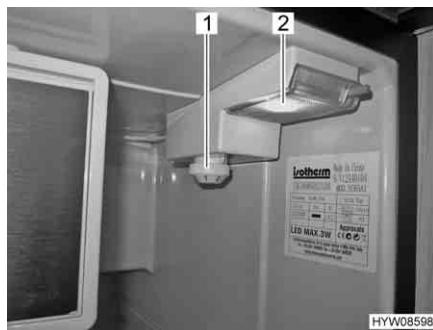

Bild 70 Bedienelement
- Den Temperaturregler (Bild 70,1) im Uhrzeigersinn von Stellung "0" auf Stellung "1" drehen. Das Gerät ist eingeschaltet, die Innenbeleuchtung (Bild 70,2) brennt.
- Den Temperaturregler (Bild 70,1) entgegen dem Uhrzeigersinn auf Stellung "0" drehen. Dabei muss ein leichter Widerstand überwunden werden.
Temperatur einstellen: ■ Temperatur am Temperaturregler (Bild 70,1) einstellen.